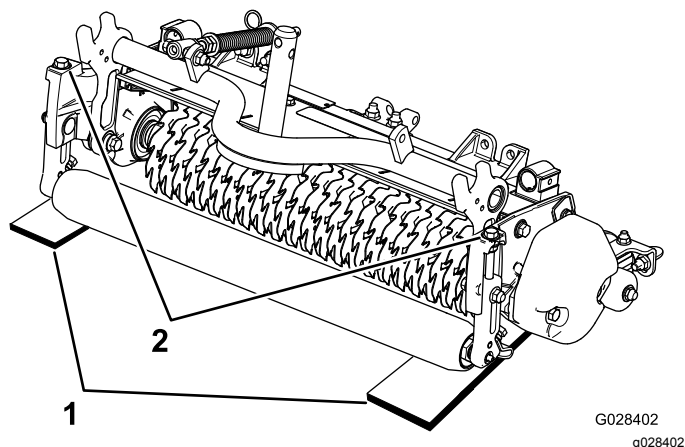

Figura 9
2. Coloque 2 barras indicadoras, que têm a profundidade pretendida de penetração da lâmina abaixo do solo, sob os rolos dianteiro e traseiro do cilindro da unidade de corte vertical (em cada extremidade do cilindro [Figura 9]).
3. Rode o parafuso de ajuste em cada suporte da altura de corte (Figura 9) de forma a que as lâminas da unidade de corte vertical entrem em contacto com a superfície nivelada em ambas as extremidades.